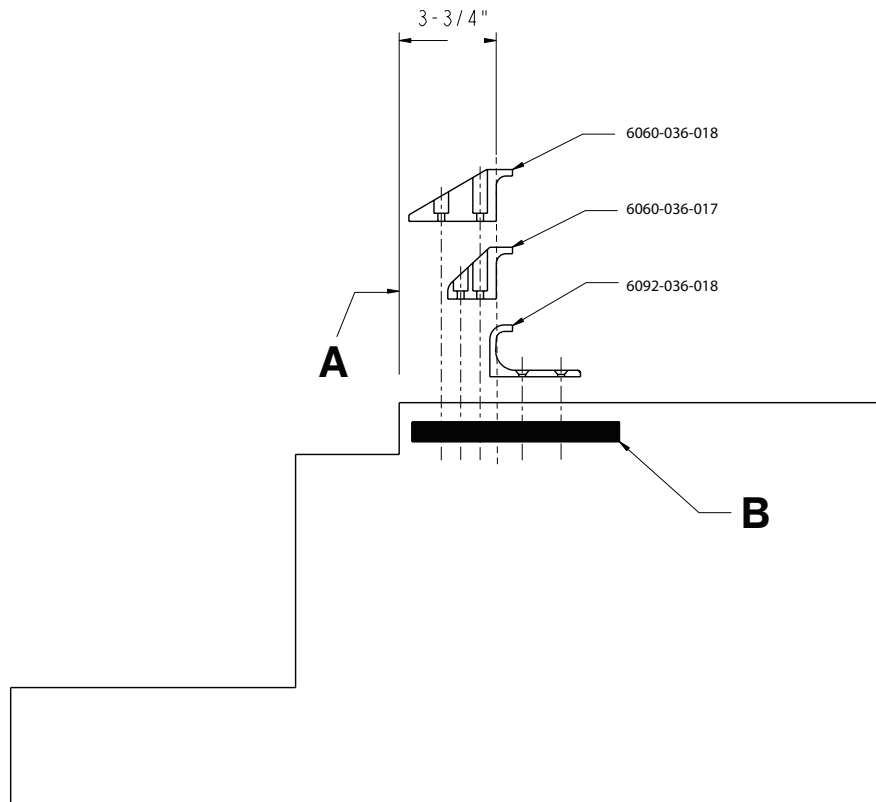

Abbildung 4 – Anbringen des Fahrzeugsicherheitshakens
2. Den Fahrzeugsicherheitshaken mindestens 3-3/4 Zoll (9,5 cm) vom vorderen Rand der Türschwelle (A) entfernt positionieren) (Abbildung 4). Der empfohlene Abstand von der vorderen Fläche des Sicherheitshakens beträgt mindestens 3-3/4 Zoll (9,5 cm).